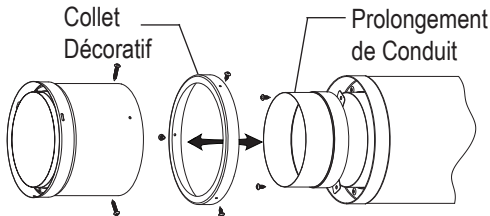

Figure 6
3. Raccorder le conduit DVL à la cheminée DT Canada et DT Premium (Assemblage collet décoratif). (Figure 6 et 7)
Glisser le collet décoratif sur le prolongement de conduit tel qu'illustré sur la Figure 6. Le fixer à la paroi extérieure de la cheminée avec les vis auto taraudeuses courtes fournis avec le collet. Glisser la partie supérieure du conduit DVL sur la partie exposée du prolongement de conduit et au travers du collet décoratif.